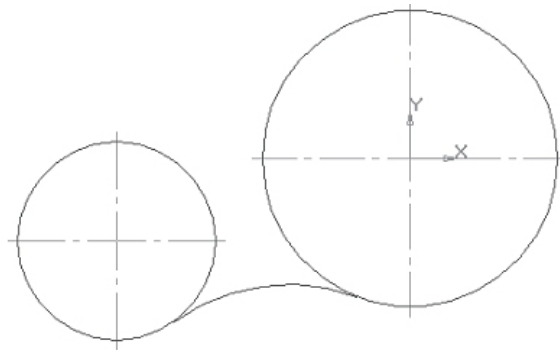

Рис. 3.9. Зовнішнє сполучення.
- система побудувала зовнішнє пару (рис. 3.9);